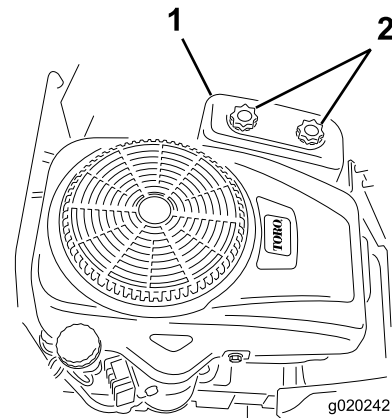

Bild 38
4. Schrauben Sie die zwei Handräder ab, um die Luftfilterabdeckung abzunehmen (Bild 38).
3. Setzen Sie die Luftfilterabdeckung auf und ziehen Sie die zwei Handräder an (Bild 38).